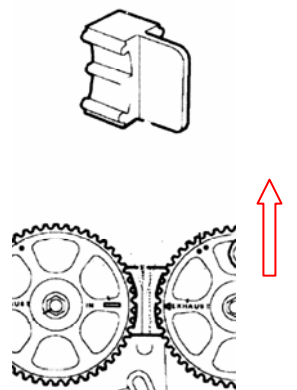

Abb. 2
- Entfernen Sie die Blockiervorrichtung von den Ritzeln der Nockenwelle (**Abb. 2**).